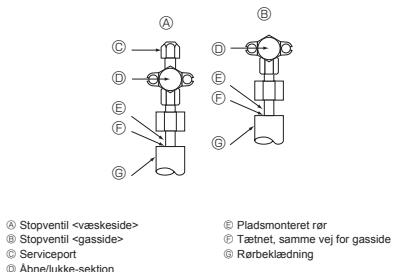

Fig. 5-4
5.4. Metode til lufttæthedstest for kølemiddelrør (Fig. 5-4)
- Hvis trykket falder i trin (2) eller (3), er der en gaslækage. Søg efter kilden til gaslækagen.